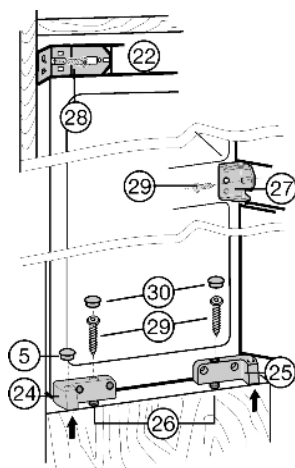

Fig. 15
▶ Fixar o aparelho na parte superior: Pressionar o aparelho contra a parede do armário e aparafusar com parafuso para aglomerado de madeira Fig. 15 (28) através do ângulo de fixação Fig. 15 (22).
▶ Fixar o aparelho na parte central: Utilizando parafuso de fixação Fig. 15 (27) com parafuso para aglomerado de madeira Fig. 15 (29).
▶ Fixar o aparelho na parte inferior: Com parafusos para aglomerado de madeira Fig. 15 (29) através de parafusos de nivelamento Fig. 15 (26) no apoio Fig. 15 (24) e apoio Fig. 15 (25).